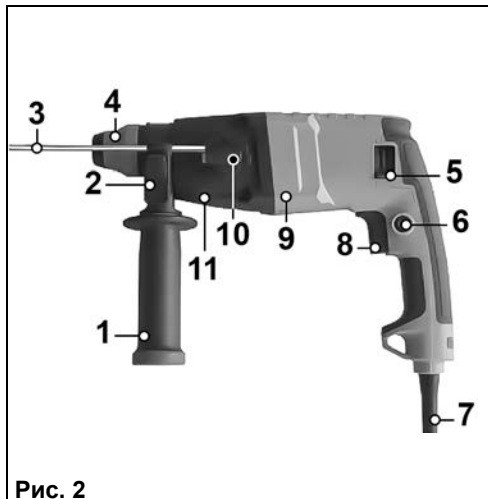

Рис. 2
6. УСТРОЙСТВО ПЕРФОРАТОРА (Рис.2)
7. СБОРКА (Рис.2)
7.2. Нажмите и удерживайте кнопку (2) фиксации ограничителя глубины сверления. Вставьте ограничитель глубины сверления (3) в специальное отверстие на рукоятке (1). Зафиксируйте установленное положение ограничителя глубины сверления (3), отпустив кнопку (2).
8. ПОДГОТОВКА К РАБОТЕ И РЕГУЛИРОВКА (Рис.2)